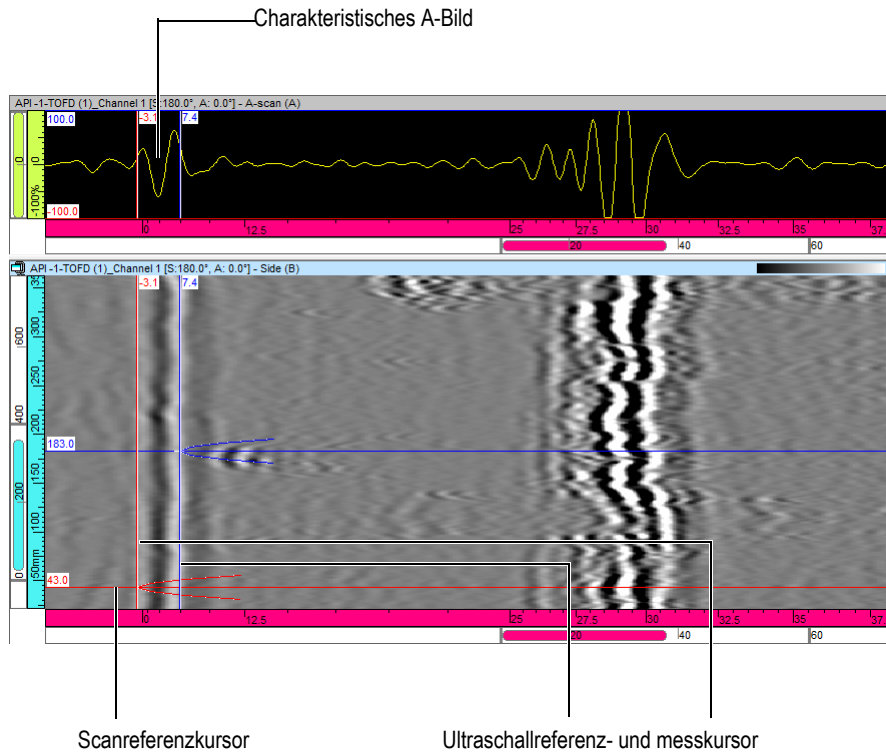

Abbildung 7-18 Bestimmung eines Referenz-A-Bilds
2. Wählen Sie die **Seitenansicht (B)** aus, an die Sie die Lateralwellensynchronisation anwenden wollen.
3. Bewegen Sie in der **Seitenansicht (B)** den roten Referenzkursor, um ein Referenz-A-Bild in einem fehlerfreien Bereich zu bestimmen (siehe Abbildung 7-18 auf Seite 377).
4. Bewegen Sie in der **Seitenansicht (B)** den Ultraschallreferenzkursor sowie den blauen Ultraschallmesskursor zu beiden Seiten des Lateralwellensignals (siehe Abbildung 7-18 auf Seite 377). Die richtige Einstellung der Kursors ist entscheidend für das Ergebnis der Synchronisierung.